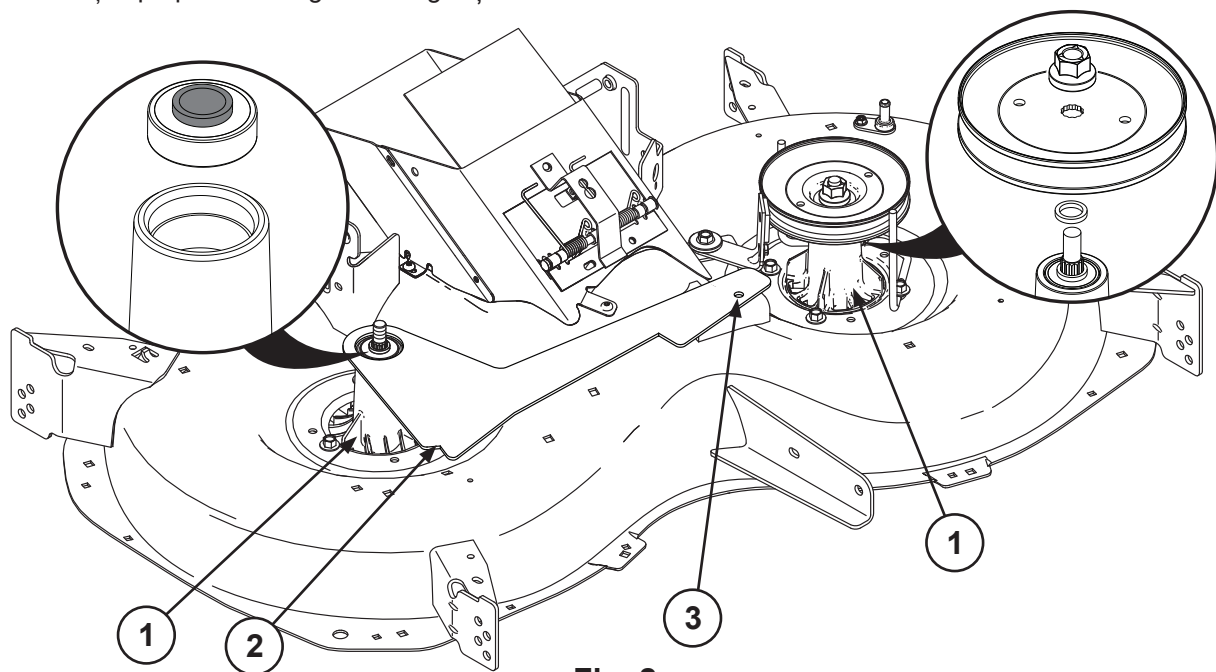

Fig. 2
- (RU) 3. Установите новые оправки (1) слева (номер детали 587253301) и справа (номер детали 128774, 165482X900, 585323901) (рис. 2).
- (RO) 3. Instalați mandrine noi (1) pe partea stângă (P/N 587253301) și dreaptă (P/N 128774, 165482X900, 585323901) (fig. 2).
- (RU) 4. Выровняйте шаблон (2) по центру правой оправки и по отверстию для неподвижного направляющего шкива на кронштейне (3) (рис. 2).
- (LT) 4. Asetage mall (2) kohakuti parempoolse spindli keskosaga ja statsionaarse rihmaratta klambri avaga (3) (joon 2).
- (EE) 4. Šablona (2) centruodamiant dešiniojo prakalos utapdinkite sustacionaraus kreipiančiojo skriemuliogembės (3) anga (2 pav.).
- (LV) 4. Novietojiet šablonu (2) labās pusēs tapņa centrā un stacionārā spriegošanas bloka atverē uz skavas (3) (2. attēls).
- (BG) 4. Подравнете шаблона (2) централно към десния дорник и към отвора за стационарната свободна шайба в скобата (3) (фиг. 2).
- (RO) 4. Aliniați șablonul (2) centrat pe mandrina dreaptă și pe orificiul fuliei de mers în gol staționară pe consolă (3) (fig. 2).